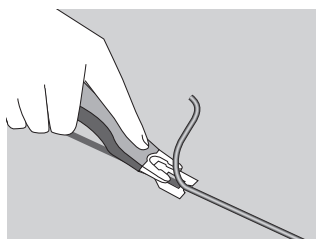

Fig. 1 - Guide d'arasage sous la lame
**Premier temps :** Pré-arasé en plaçant le guide d'arasement sous la lame du couteau MOZART (Fig. 1).